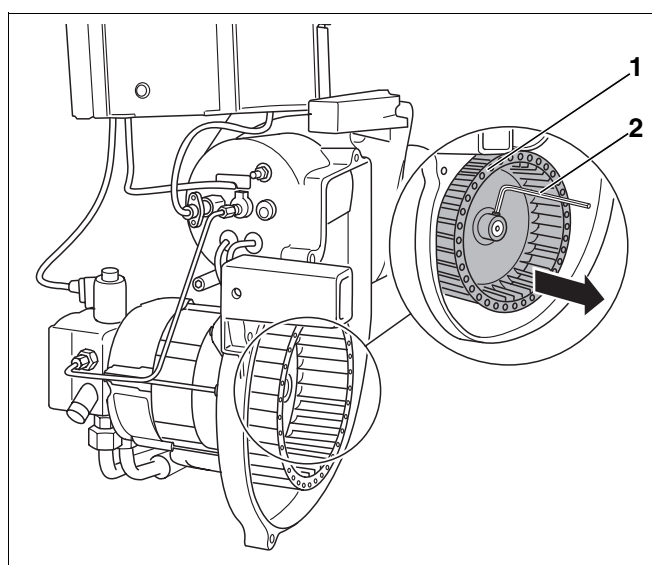

Рис. 31 Проверка крыльчатки вентилятора и ее чистка
- Ослабить крыльчатку вентилятора (рис. 31, **поз. 1**) ключом для внутреннего шестигранника (рис. 31, **поз. 2**) и снять с вала.
- Установить крыльчатку (рис. 31, **поз. 1**) на место.